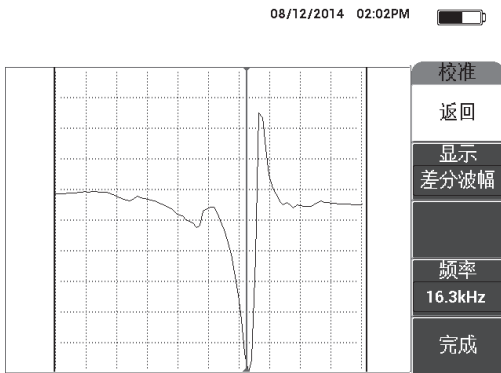

图 6-65 选择最佳操作频率
6. 如果需要，通过使用旋钮调整**频率**（D 键）的方式，为您的应用选择最佳操作频率（参见第 168 页的图 6-65）。